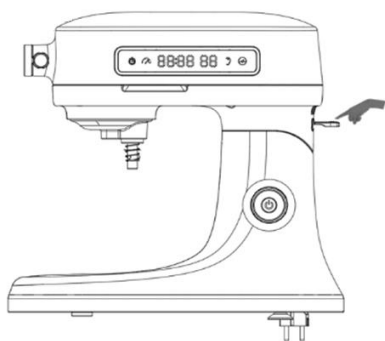
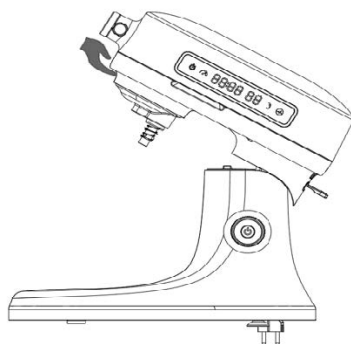
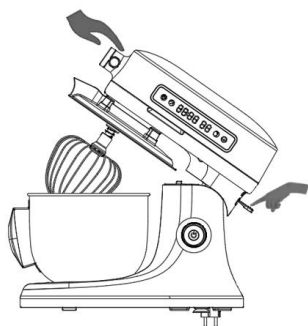

Figure 1
Figure 2
Figure 3
Insérez le crochet à pâte (bateur/ fouet) dans l'arbre du planétaire de sorte que la rainure carrée du crochet à pâte soit alignée avec l'arbre du planétaire, comme illustré à la FIG 1. En même temps, insérez l'outil dans la fente de l'arbre du planétaire, poussez-le légèrement vers le haut, puis tournez le porte-outil dans le sens inverse des aiguilles d'une montre jusqu'à ce que l'axe de l'arbre soit aligné avec le clip, comme illustré à la figure 3, c'est-à-dire que l'outil est installé. Lors de l'installation, le nez doit être relevé pour faciliter l'utilisation. Une fois le bol mélangeur installé, placez le nez en position horizontale comme indiqué dans la figure 4 (Remarque : l'appareil ne peut pas être connecté à l'alimentation électrique pendant l'installation du crochet de pétrissage et d'autres accessoires !)
1. Placez la machine emballée sur la table, tenez la tête avec votre main gauche, puis appuyez sur le bouton de montée de la tête avec votre main droite (figure 1), la tête se lèvera automatiquement, la main gauche maintient doucement la tête jusqu'à ce qu'elle s'enclenche, la machine est complètement ouverte et verrouillée (figure 2).
2. Soulevez la tête, placez le bol dans la base et tournez dans le sens des aiguilles d'une montre pour verrouiller (voir les instructions d'installation pour le fonctionnement spécifique) dans la figure 3.
3. Placez le fouet dans la prise accessoire (voir les instructions d'installation pour le fonctionnement spécifique) de la figure 3.
9. Poussez la tête haute vers la droite et maintenez le boîtier supérieur pour compléter la figure 3.